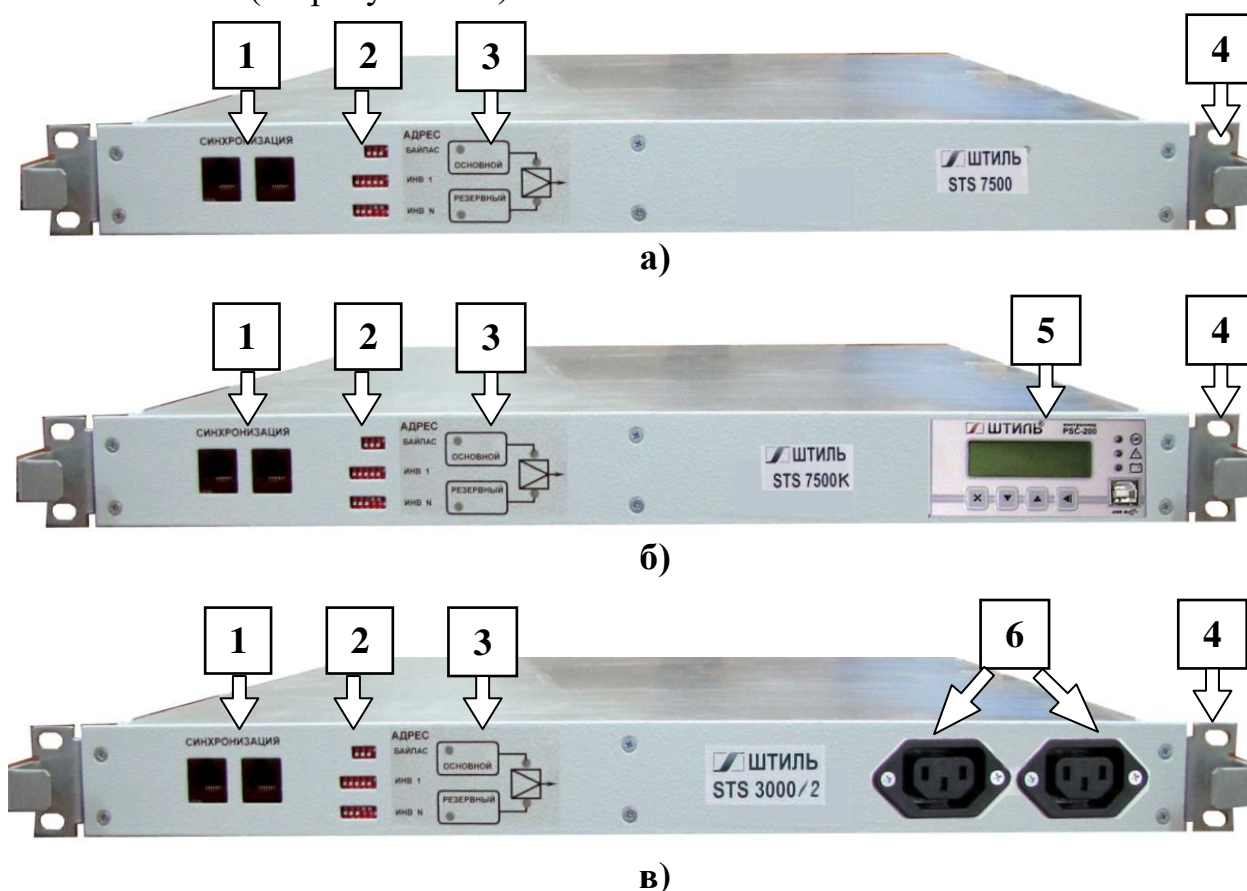
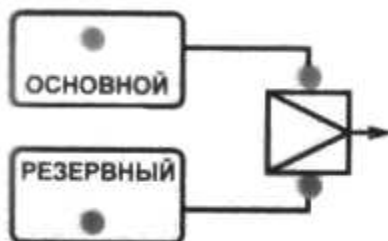

Рисунок 1.1 - Электронный байпас STS. Вид спереди
Рисунок 1.3 - Индикация. Фрагмент передней панели изделия
Изделие выполнено в виде конструктивно законченного модуля в корпусе 1U шириной 482,6 мм (см.рисунок 1.1), и предназначено для установки стандартную 19" стойку (шкаф).
Индикация (см.рисунок 1.3): - Режим «Основной» (светодиод) - Режим «Резервный» (светодиод) - направление Основной/Резервный (светодиоды)	белый белый белые (2шт.)
1.3.1 Описание конструктивных элементов передней панели электронного байпаса STS (см.рисунок 1.1):
Индикаторы 3 (см.рисунок 1.1 и 1.3) «Основной» и «Резервный» указывают на состояние напряжения питания переменного тока на соответствующих входах электронного Байпаса. Типовые состояния электронного Байпаса приведены в таблице 1.6.
Внимание! Электрическая цепь N – нейтраль 8...10 разъёмов (см.рисунок 1.3) и разъёмов 6 (см.рисунок 1.1в) единая.
11 – провод L «линия» выведен наружу из корпуса для удобства при проведении работ по подключению выхода инверторов (разъёмы 6 см.рисунок 1.1в) на вход «Основной» (в режиме ON LINE) или «Резервный» (режим OFF LINE).